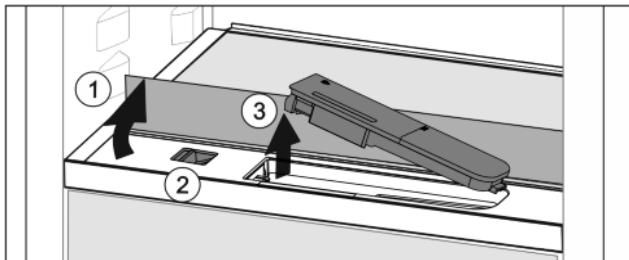

Fig. 38
- Повдигнете стъклената плоча и я завъртете до ограничителя назад Fig. 38 (1).
- Преместете плъзгача Fig. 38 (2) наляво.
- Извадете резервоара за вода Fig. 38 (3).